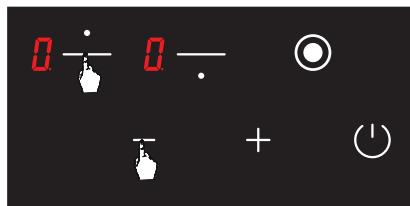

Рис. 18
2. Одновременно нажмите кнопку выбора нижней конфорки и кнопку минуса (см. Рис. 18). Вы услышите короткий звуковой сигнал. Затем поднимите пальцы с панели управления плиты.